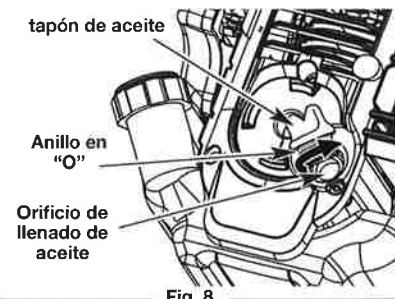

Fig. 8
3. Saque el tapón de aceite/ varilla de medición del cigüeñal (Fig. 8).